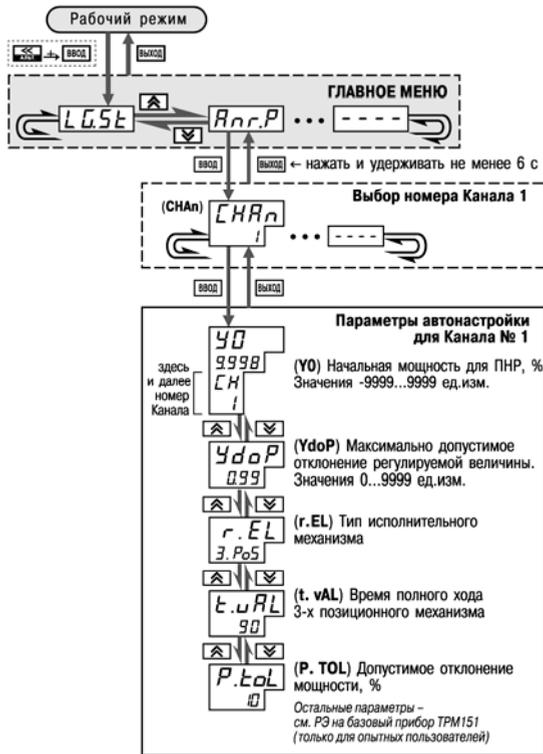

Рисунок 12.2 – Схема задания параметров Автонастройки с помощью кнопок на лицевой панели прибора
2. Установите в Конфигураторе (или с лицевой панели прибора, см. рисунок 12.2 значения параметров автонастройки Y_0 и Y_{d0P} для выбранного Канала регулирования.